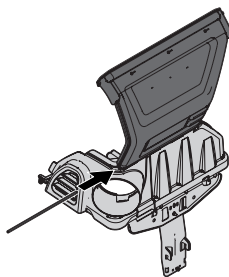

Figura 11
5. Coloque la cubierta superior de la embolsadora, para lo que debe alinear las lengüetas de la cubierta y deslizar el pasador de montaje en el canal como se muestra en la Figura 11.